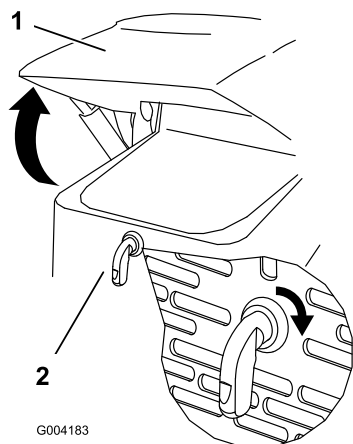

Figura 21
- Si su unidad de tracción tiene un cierre tipo palanca, gire el cierre del capó en el sentido de las agujas del reloj (Figura 21).